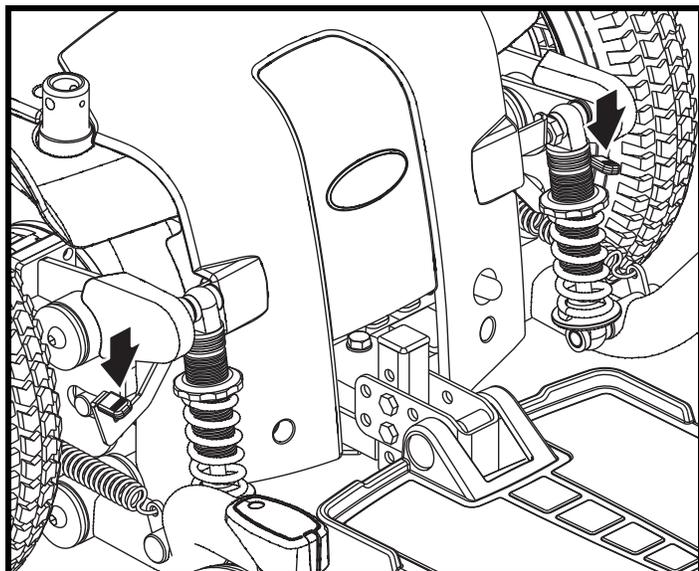

Figure 8. Mode « roues libres » (débrayé)
2. Poussez les deux leviers vers le bas pour débrayer les moteurs (mode « roues libres »). Voir la figure 8.